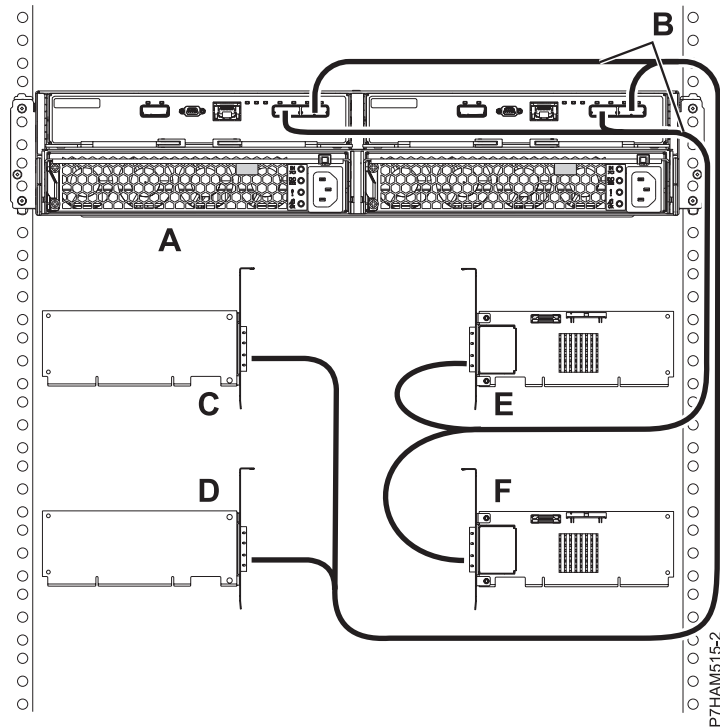

Figura 43. Connexió en mode 4 d'un allotjament d'unitats de disc 5887 utilitzant cables X a quatre adaptadors SAS independents
17. Realitzeu la connexió en mode 4 d'un allotjament d'unitats de disc 5887 **(A)** utilitzant cables X **(B)** a quatre adaptadors SAS independents, tal com es mostra a la Figura 43 a la pàgina 87.